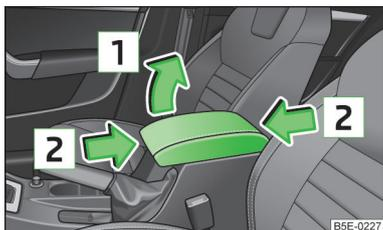

Abb. 52
- › Den Deckel zuerst bis nach unten klappen und dann in Pfeilrichtung **1** › Abb. 52 in eine der 4 Raststellungen heben.
- › Den Deckel in Pfeilrichtung **2** › Abb. 52 in die gewünschte Position verschieben.